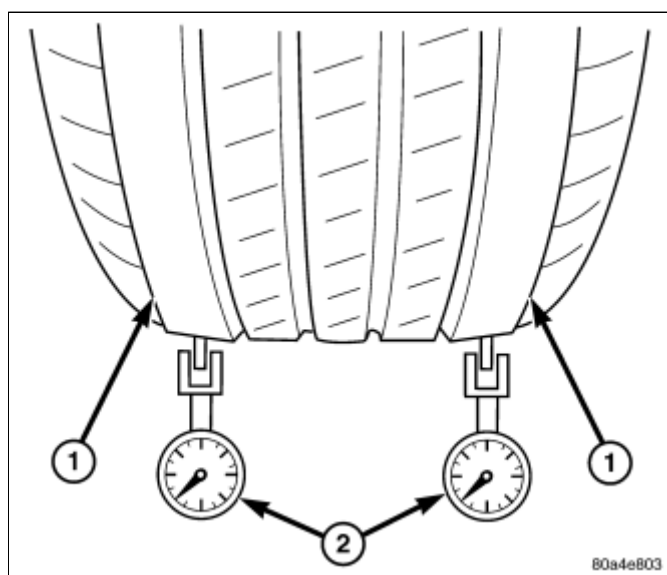

图 2 径向偏摆测量
- b. 将胶带粘在于要测量的位置的轮胎周围\(图 2\)。 不要覆盖胶带。
- c. 用带有25-W轮或等同品的千分表、专用工具C-3339A查核系统偏摆。 将指示器的端部紧贴每个贴上胶带的区域放置（一次一个）\(图 2\)并旋转轮胎和车轮。 系统径向偏摆不应超过0.76mm（0.030 英寸），无胎面“花纹倾斜”或“阶梯状”。胎面“花纹倾斜”和“阶梯状”可以由千分表量规的尖端指示出。
- b. 用带有25-W轮或等同品的千分表、专用工具C-3339A查核系统偏摆。 将指示器的端部紧贴每个贴上胶带的区域放置（一次一个）\(图 2\)并旋转轮胎和车轮。 径向跳动不应超过0.76mm（0.030英寸）胎面无“花纹倾斜”或“阶梯状”。胎面“花纹倾斜”和“阶梯状”可以由千分表量规的尖端指示出。